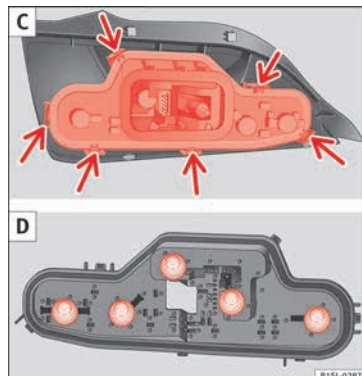

Fig. 89 Groupe optique arrière : C : démonter le support d'ampoule, D : démonter les ampoules.
- Déverrouillez le support d'ampoule sur les languettes de verrouillage (flèche) » fig. 89 C et retirez le support d'ampoule du feu arrière.
- Remplacez l'ampoule défectueuse par une autre neuve identique » fig. 89 D.
- Placez le porte-ampoule dans le groupe optique arrière. Les languettes de verrouillage (flèche) doivent s'encaster de manière audible » fig. 89 C.